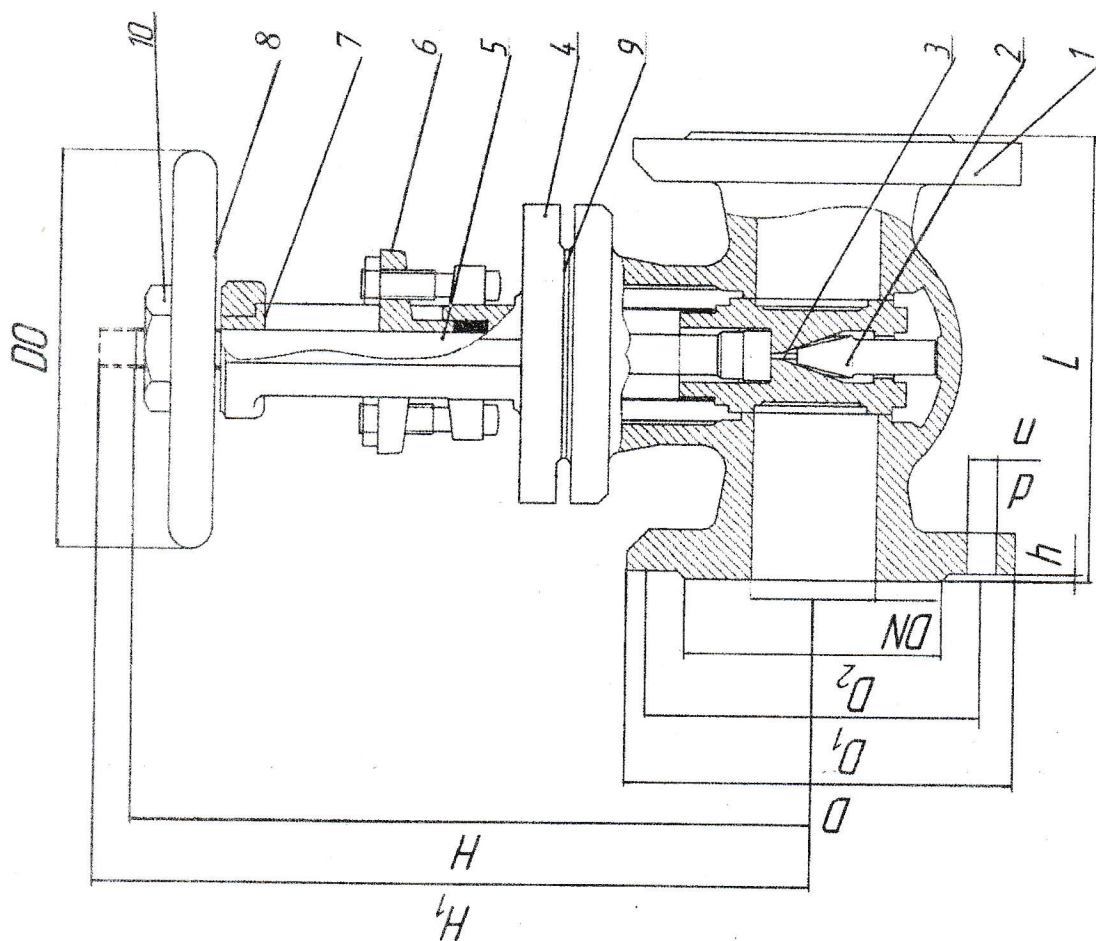

Рисунок 1.
- 2.1 Задвижка состоит из следующих узлов и деталей (приложение 1, рис.1): 1 - Корпус; 2 - Клин; 3 - Диск; 4 - Крышка; 5 - Шпиндель; 6 - Сальник; 7 - Маховик; 8 - Втулка резьбовая; 9 - Прокладка; 10 - Гайка.